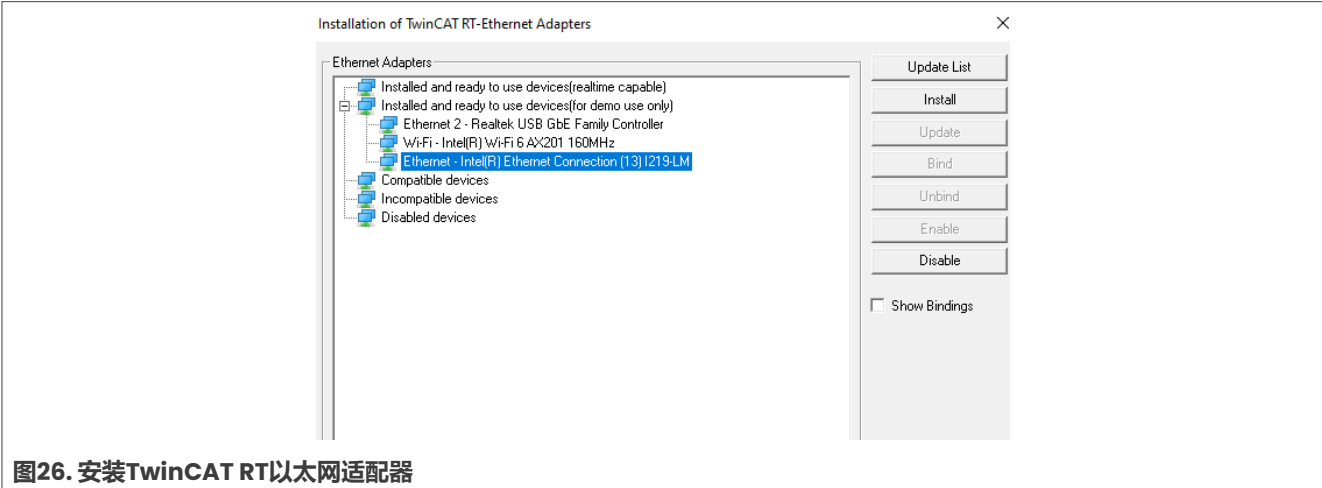

图26. 安装TwinCAT RT以太网适配器
4. 请确认系统中已正确安装EtherCAT主站设备驱动程序。本演示工程将PC作为主站，Intel (i3) i219-LM作为PC网络控制器，具体配置如图26所示。